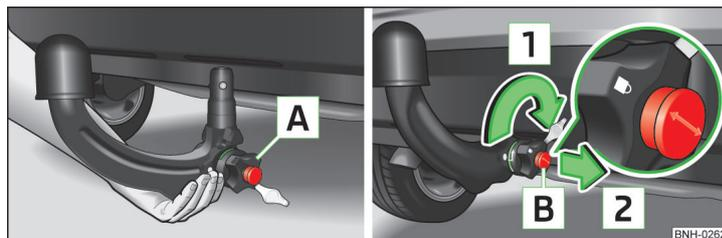

Fig. 103 Inserire la testa sferica/bloccare la serratura ed estrarre la chiave
- Afferrare la testa sferica dal basso » fig. 103 e inserirla nel pozzetto di alloggiamento sino a quando emetterà un clic udibile » **!**.